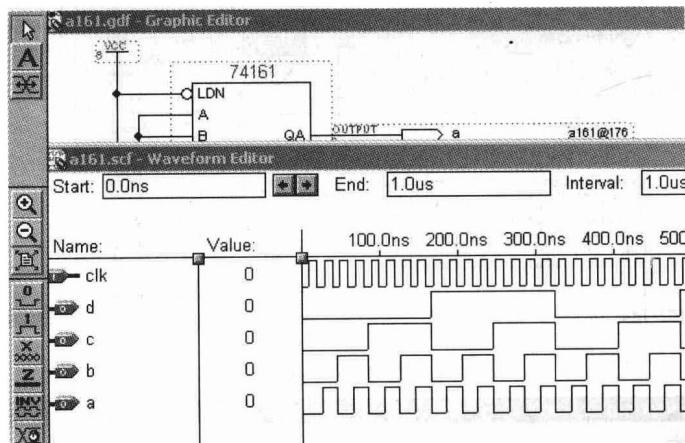

图 1-18 波形仿真图
- (13) 波形仿真：选择菜单 [Max+plus II] | [Simulator] | [Start]，红色进度条从左到右仿真，出现仿真信息“0 errors”后确定，仿真波形如图 1-18 所示。